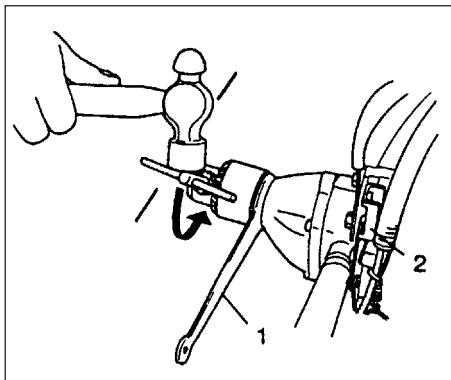

Fig. 2-6
- Apretar el bota más seguramente, puso una 19 Mm llave grande (1) entre el caso engranado y bota para cerrar árbol motor. La vuelta en cierra palanca (2) entonces golpeó el montado bota el asidero con un martillo para atornillar (a la derecha) el bota. (TED-270PFL/270PFLS/270PFDH/270PFDLS/270PFHS) (Fig. 2-6)